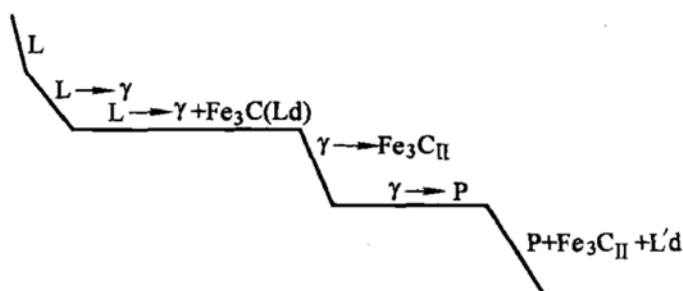

图 1-6 第四题第 3 小题解答图
3. 所发生的三相平衡反应和两相平衡反应如图 1-6 所示。